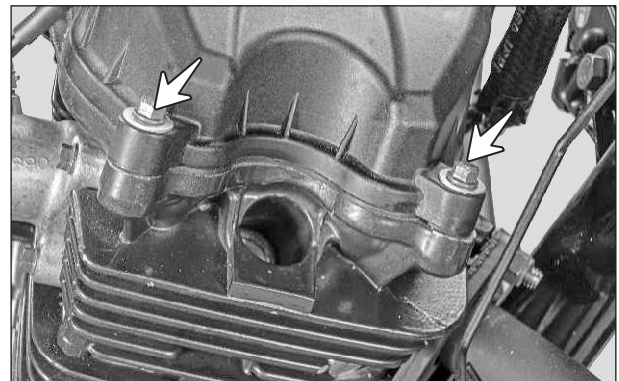
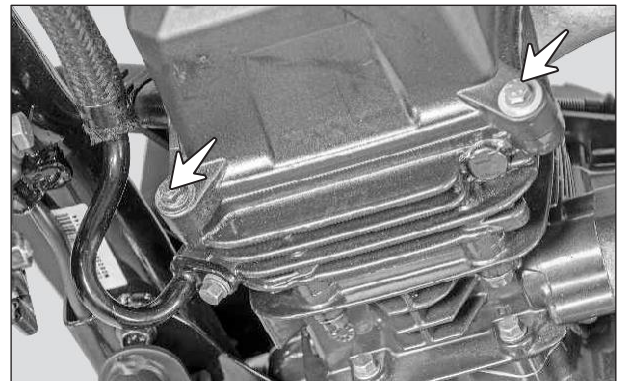

Fig. 2.27
Fig. 2.28
- Retire los 4 tornillos hexagonales (M6x30) junto con las arandelas de la tapa culata. (Fig. 2.27 y Fig. 2.28)